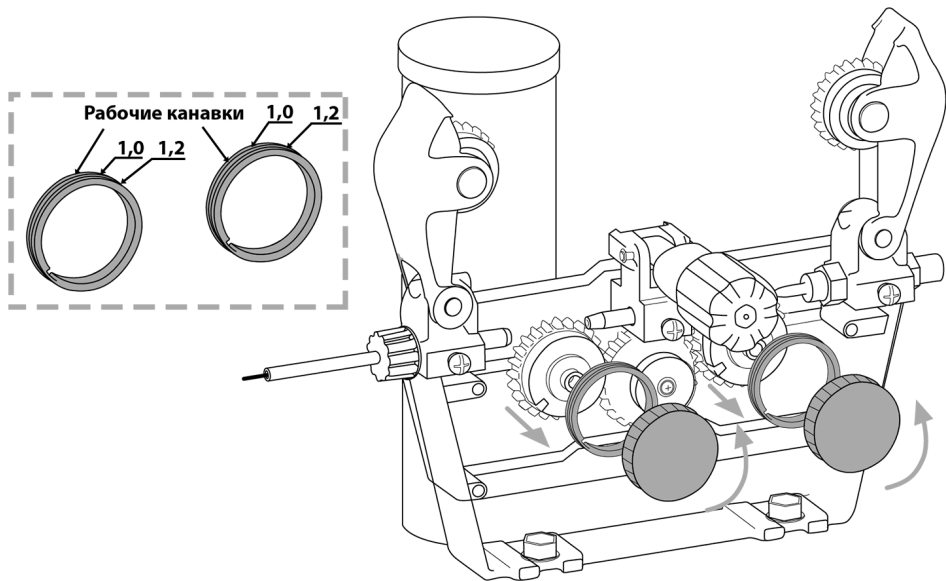

Рис. 8.4.3. Порядок смены подающего ролика.
2. Установите необходимую канавку в зависимости от диаметра сварочной проволоки ролик (см. рис. 8.4.3).